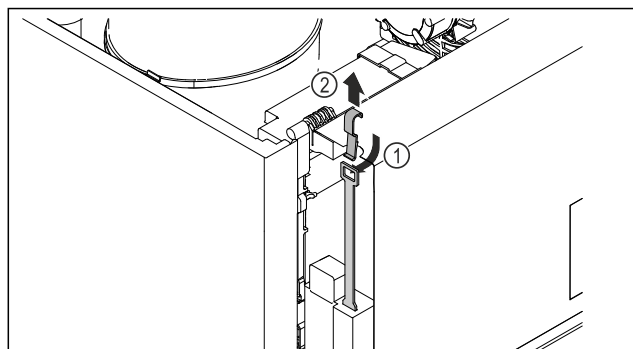

Fig. 248
- Вставьте ключ аварийной разблокировки Fig. 248 (1) сверху, сцепите его с замком и потяните вверх Fig. 248 (2).